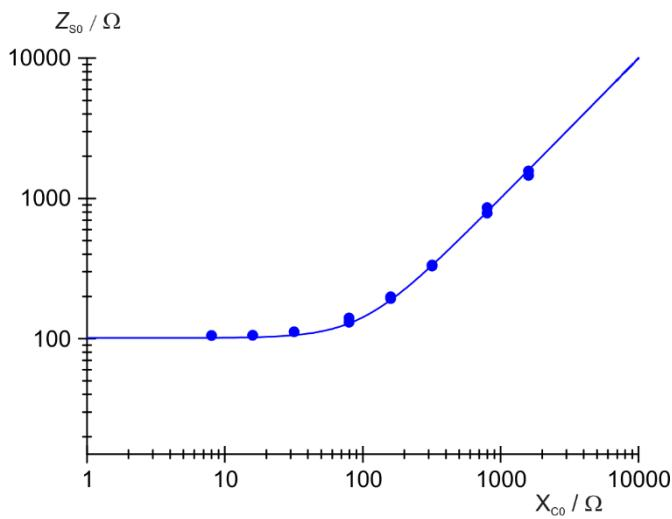

Fig. 4: Resistência total em ligação em série.
- Aplicar graficamente os valores  $Z_{S0}$  e  $Z_{P0}$  da resistência total e os deslocamentos de fase  $\varphi_S$  e  $\varphi_P$  para a ligação em série e em paralelo em dependência de  $X_{C0}$  (Fig. 4 – 7).
- Calcular teoricamente os valores  $Z_{S0}$  e  $Z_{P0}$  da resistência total e os deslocamentos de fase  $\varphi_S$  e  $\varphi_P$  conforme as equações (5) para ligação em série e (6) para ligação em paralelo,
e representar como linhas sólidas na Fig. 4 - 7.